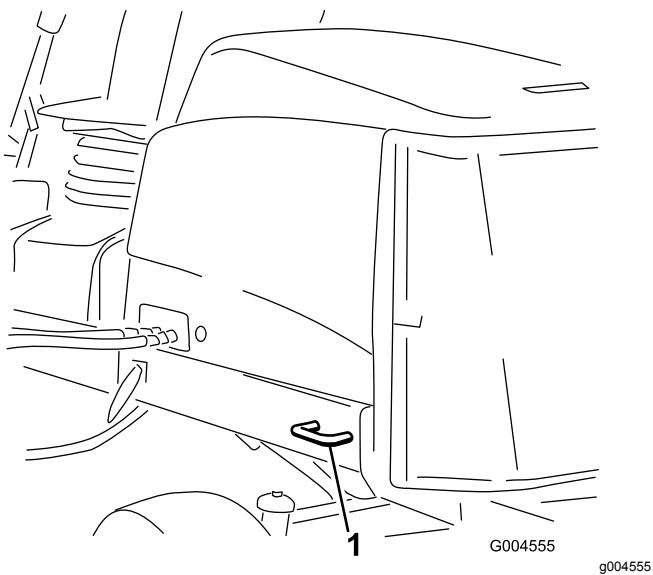

Figura 56
- **Traseira da máquina** – cada lado da máquina na estrutura traseira (Figura 56).